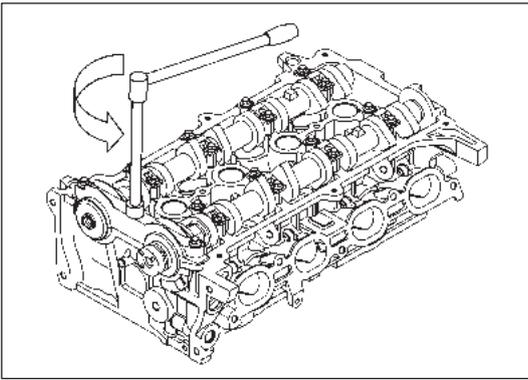
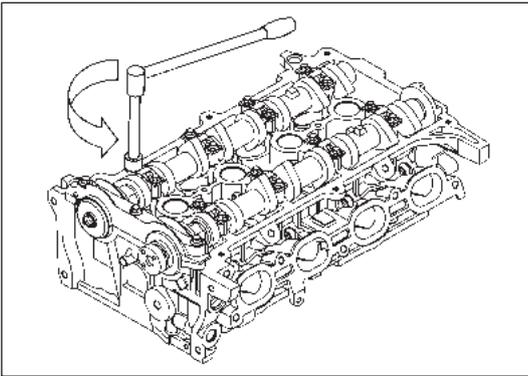

Рис. 12-3-2. Снятие болтов крышек подшипников переднего конца распределительного вала
Рис. 12-3-3 Снятие крышки подшипников распределительного вала
① За два прохода равномерно ослабить и открутить 3 болта с плоскими шайбами (М8×42), предназначенными для крепления крышки подшипника переднего конца распределительного вала, как изображено на рис. 12-3-2.
② Снять крышку подшипника переднего конца распределительного вала.
③ За два прохода равномерно ослабить и открутить 8 болтов с плоскими шайбами (М6×38), предназначенными для крепления крышек подшипников распределительного вала, как изображено на рис. 12-3-3.
④ Снять 4 крышки подшипников распределительного вала и распределительный вал выпускных клапанов.